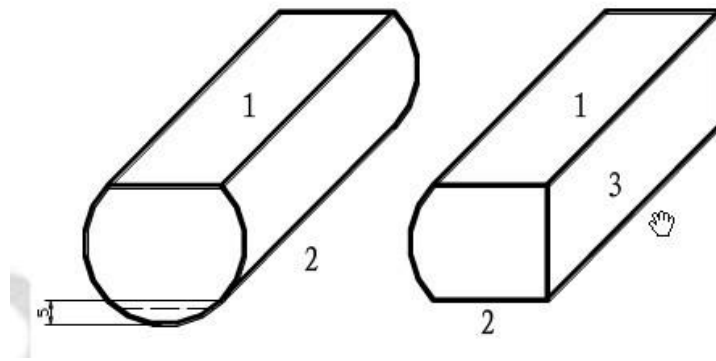

图 1-3
3、完成第一面的锯削和锉削后，将第一面放置在划线平板上，用高度游标卡尺对第二面进行划线并锯削，完成第二面锯削后，将工件放置在 V 型铁上，结合直角尺和高度游标卡尺对第三面进行划线（方法同第一面），保证第三面与第一、二面基本垂直，最后进行锯削和锉削，如图 1-3 所示。